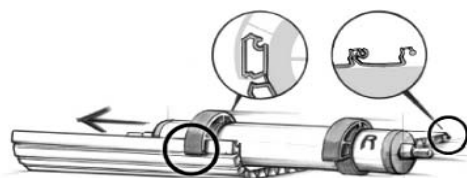

Fig. 5
2. Glisser le rouleau tensionneur avec les bagues de raccordement par dessus le haut du profil de tambour. L'orientation du profilé du tambour devrait être telle que montré à la fig 5